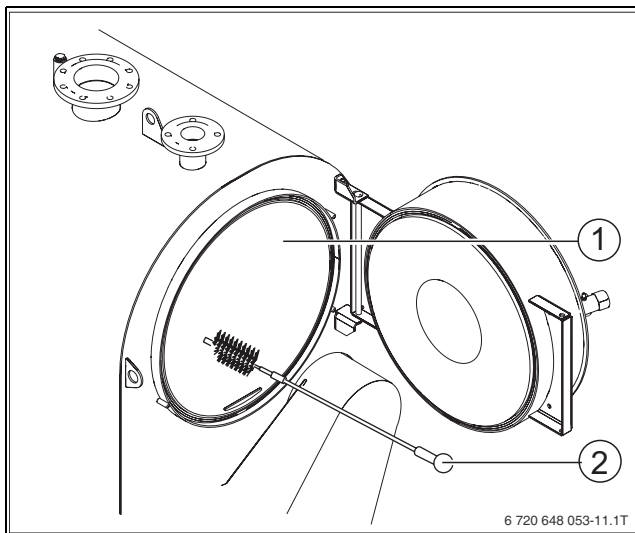
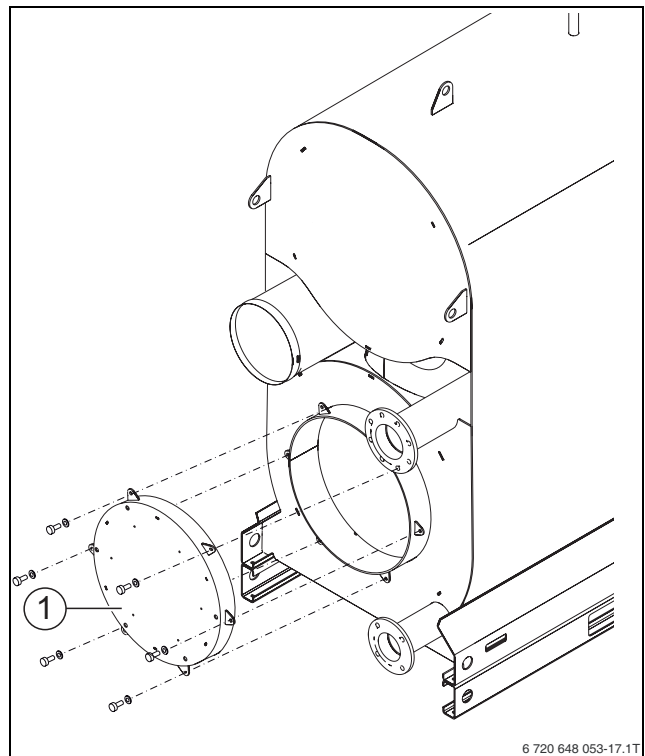

Рис. 28 Чистка поверхностей нагрева
Рис. 29 Снятие крышки оборотной камеры
- ▶ Очистите поверхности нагрева камеры сгорания (→ рис. 28, [1], стр. 42) щётками (→ рис. 28, [2], стр. 42).
- ▶ Удалите нагар из камеры сгорания (→ рис. 28, [1]), из газоотводящих каналов и оборотной камеры (→ рис. 29, [1]).